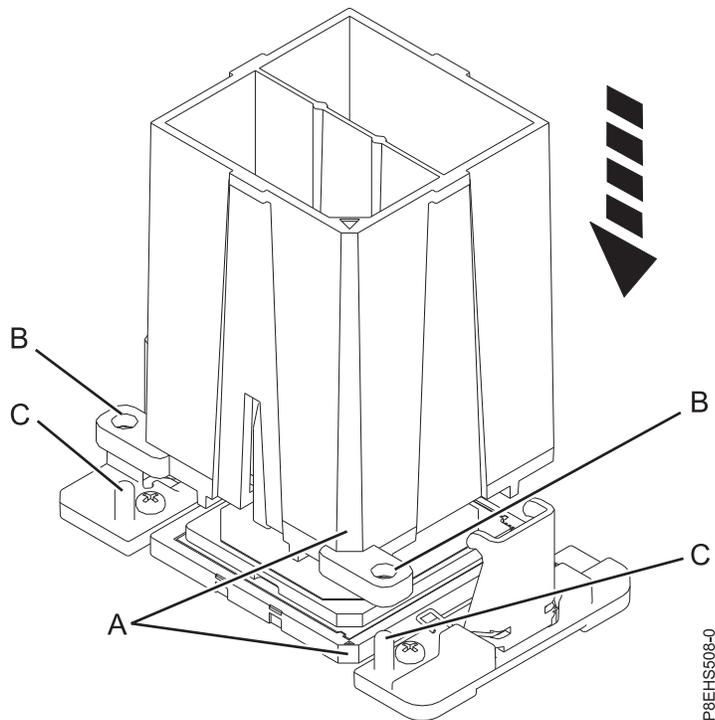

図 158. 取り外しツールをシステム・プロセッサ・モジュールの上を下ろす
- a. 提供されている取り外しツール (部品番号 01AF101) を使用して、ツールの斜めになっている隅 **(A)** を、システム・プロセッサ・モジュールの斜めになっている隅と位置合わせします (144 ページの図 158 を参照)。